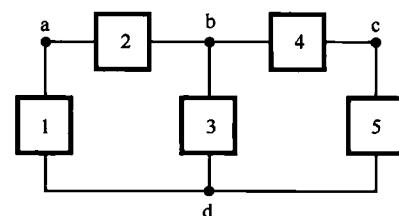

图 1.2.5 例 1.2.1 电路
**【例 1.2.1】** 在图 1.2.5 所示的电路中，选  $d$  为参考点，已知  $V_a = 2V$ ， $V_b = 3V$ ， $V_c = 1V$ ，若选  $a$  为参考点，求  $V_b$ 、 $V_c$  和  $V_d$ 。